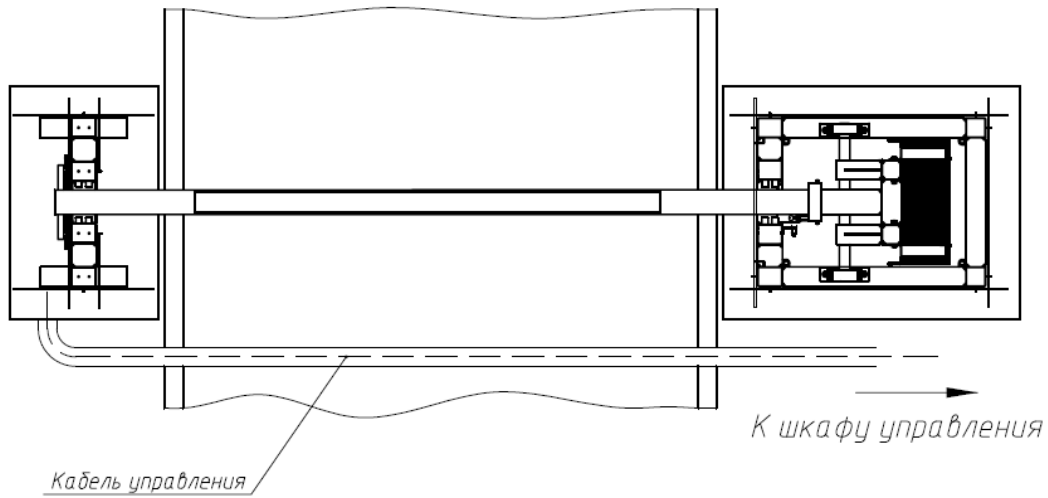

Рисунок 10
1.1.11 Разрушить дорожное полотно в зоне укладки электрических кабелей от стойки к шкафу управления. Проложить электрические кабели от стойки к шкафу управления и подключить их в соответствии с электросхемой и дополнительной маркировкой. Электрические кабели укладывать в ПНД трубу диаметром не менее 50мм (рис.10).